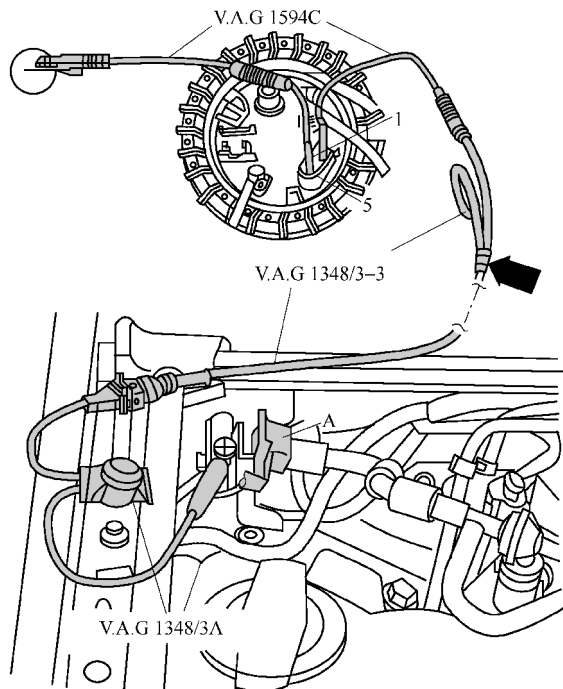

图 1-4-13 连接检测导线
(1) 如图 1-4-13 所示, 将遥控器 V. A. G1348/3A 及适配导线 V. A. G1348/3-3 用测量辅助套件 V. A. G1594C 中的辅助导线连接到端子 1。